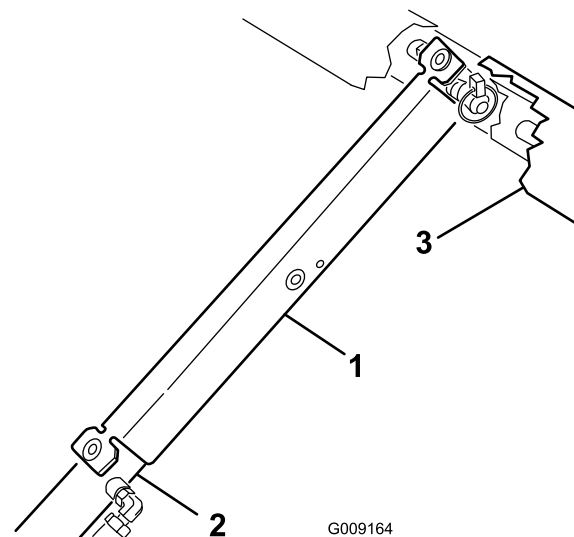

Figure 14
3. Poussez la béquille de sécurité du plateau sur la tige du vérin et appuyez bien les pattes d'extrémité contre l'extrémité du corps du vérin et l'extrémité de la tige du vérin (Figure 14).